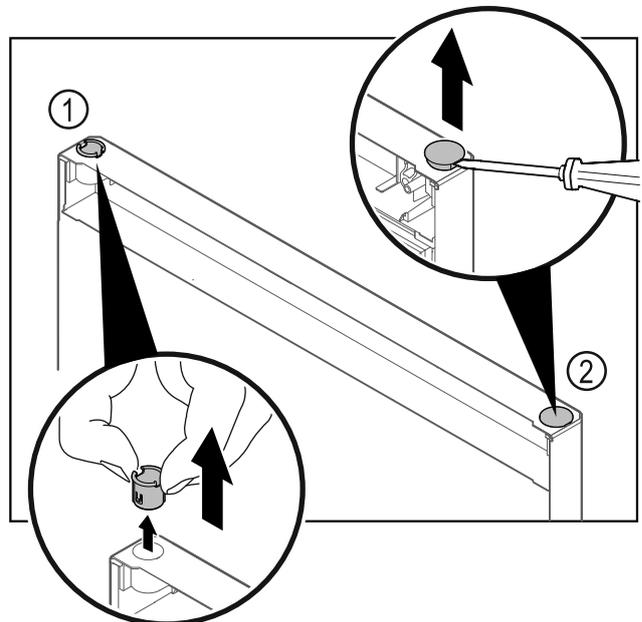

Fig. 28 冷藏区门
- ▶ 用手指拔出合页衬套 Fig. 28 (1)。
- ▶ 用带槽螺丝刀小心撬起盖塞 Fig. 28 (2)并将其拔出。